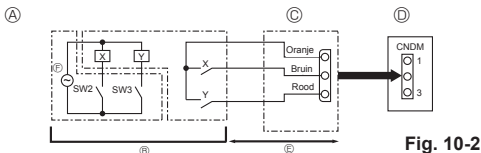

Fig. 10-2
10.2. Vraagfunctie (wijziging ter plaatse) (Fig. 10-2)